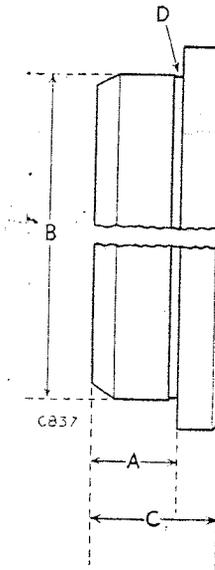

Fig. V-1—
2. El operador deberá entonces ponerse en la posición indicada en Fig. V-1, poner un cincel inmediatamente encima del orificio perforado y golpearlo con golpes secos.
2. Usínense los dientes de la rueda volante al ras y hágase rectificar la espiga del anillo de engranaje a las dimensiones indicadas en la ilustración (Fig. V-1).